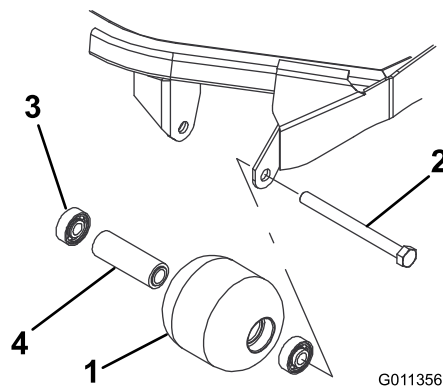

Figure 103
1. Retirez le boulon de fixation du galet (Figure 103).
- Vérifiez l'état du logement de roulements, des roulements et de la douille d'écartement (Figure 103) Remplacez tout composant endommagé et procédez au remontage.
- Enfoncez le premier roulement dans le logement à la presse (Figure 103). Exercez la pression uniquement sur la bague extérieure ou uniformément sur les bagues intérieure et extérieure.
- Insérez l'entretoise (Figure 103).
- Enfoncez le second roulement dans le logement à la presse (Figure 103). Exercez une pression uniforme sur les bagues intérieure et extérieure jusqu'à ce que la bague intérieure rencontre la douille d'écartement.